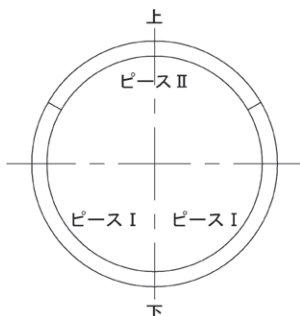

図 27 割輪のセット
- (3) 割輪（3つ割り）を下から順次挿入する。図 27 に示すように、まず下に 2 個のピース I を置き、続いてピース II を管軸方向に滑らせ、ピース I の上に載せて組み合わせる。